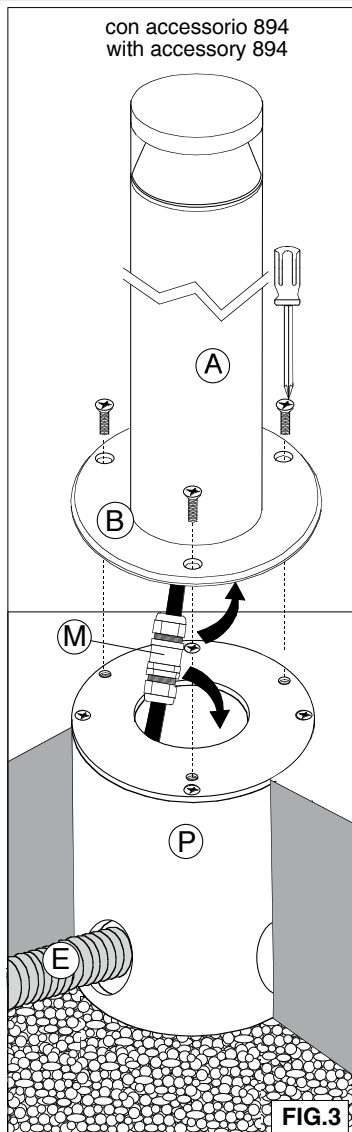

FIG.3
- Prima di interrare e/o cementare il pozzetto (accessorio), fare attenzione a creare nella zona di alloggiamento uno strato di ghiaia di drenaggio sufficiente a garantire l'eventuale deflusso dell'acqua (**minimo 30 cm**). Interrare e/o cementare il pozzetto **P** avendo cura di posizionarlo in bolla e non tenerlo mai al di sotto del filo del terreno. **FIG.3/4**
Introdurre negli appositi fori del pozzetto il tubo o i tubi rigidi **E** per il passaggio dei cavi. **FIG.3/4**
- Before burying and/or cementing the pit (accessory), paying attention to have a layer of gravel to ensure the correct draining of the water (**minimum 30 cm**). Bury and/or cementing the pit **P**, taking care to level and never keep it under the level of the ground. **FIG.3/4**
Introduce into the holes of the pit the pipe or the rigid pipes **E** in order to insert the cable. **Fig.3/4**